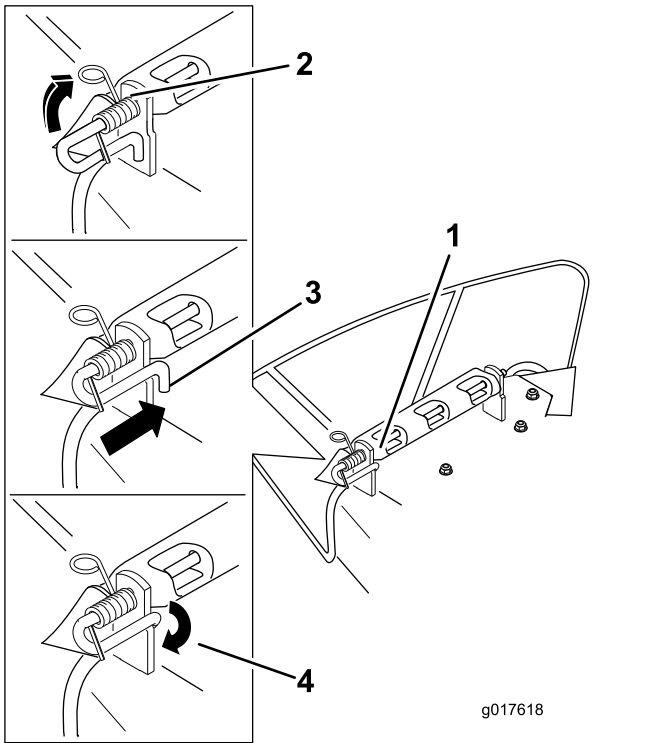

Bild 76
geschweißten Halterungen am Mähwerk, wie in Bild 76 abgebildet.
7. Heben Sie das Schleifenende der Feder an und setzen es in die Kerbe an der Ablenkblechhalterung (Bild 76).
8. Befestigen Sie die Stange und Feder, indem Sie diese so drehen, dass das kurze Ende der Stange hinter die vordere Halterung passt, die an das Mähwerk geschweißt ist (Bild 76).